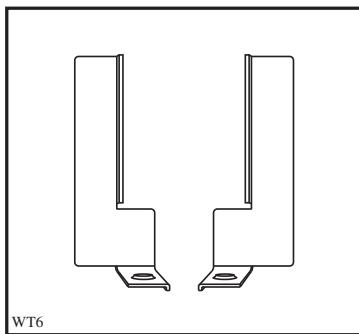

Fig 2b
- Montera motsvarande fästbrickor av metall (fig. 2b/3b) och skruva fast dem både i torktumlaren och i överkanten på tvättmaskinen med medföljande skruvar (A+B).